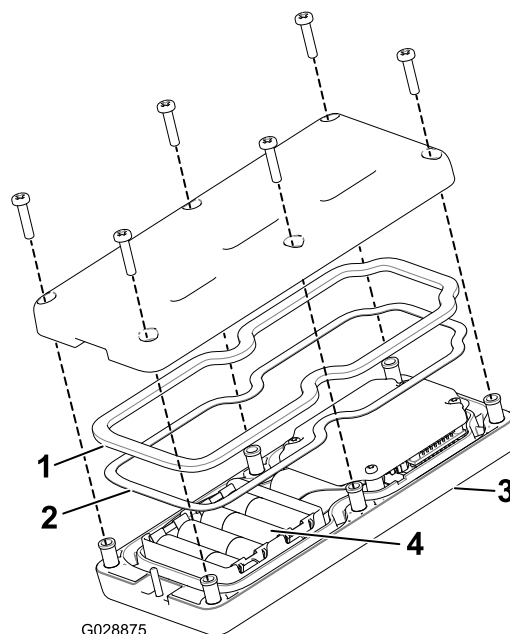

Figura 46
3. Retire os seis parafuso da parte posterior do comando remoto e retire a tampa (Figura 46).
5. Ligue cada bateria nova no encaixe terminal observando a devida polaridade. (Se as pilhas forem incorretamente instaladas, a unidade não será danificada, mas não funciona.) O encaixe tem gravadas marcas de polaridade em cada terminal (Figura 46).
6. Se remover acidentalmente o vedante de borracha e junta de aço, volte a colocá-los, cuidadosamente, no canal no comando remoto (Figura 46).
7. Prenda a tampa com os seis parafusos previamente removidos (Figura 46) e aperte-os com uma força de 1,5 a 1,7 Nm.